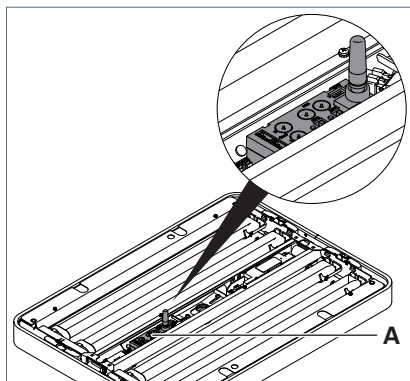

Fig. 3: Modulo in una testa dell'apparecchio d'illuminazione ATARO.
- Poggiare il modulo **A** nello spazio libero del supporto centrale della testa dell'apparecchio d'illuminazione, vedi Fig. 3.